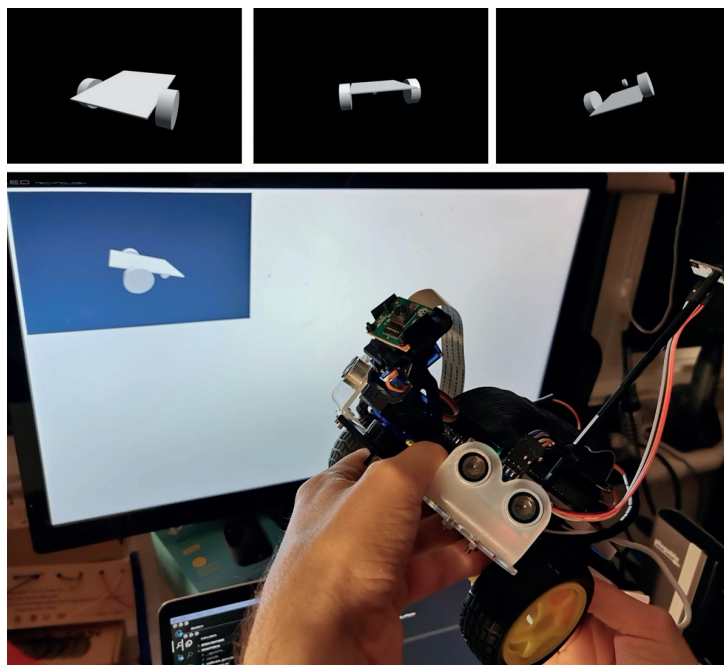

Рис. 16.6. Поворот реального робота и виртуальной модели
13. Как вы уже делали ранее, подождите минуту или около того, а затем введите в браузере `myrobot.local:9020`. На экране вы должны увидеть нечто похожее на то, что показано на рис. 16.6.
На рис. 16.6 показано, как виртуальный робот поворачивается вместе с реальным. Подвигайте своего робота и постарайтесь привести его примерно в такое же положение, как показано на рисунке.